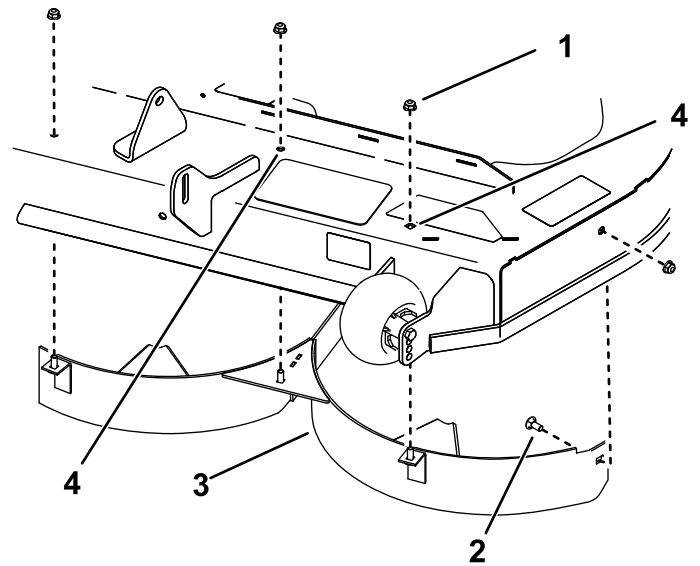

図 15
- 54" および 60" デッキ図15に示す既存の締結具を外し、ナット5/16"4個、キャリッジボルト5/16 x 3/4"1本で取り付ける。